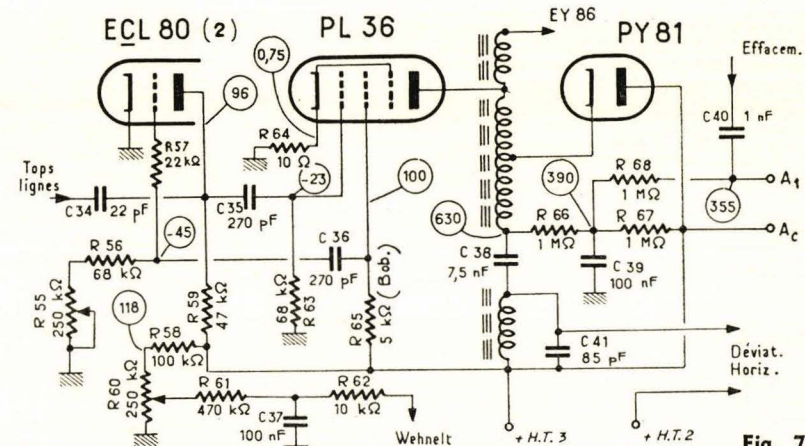

Fig. 7. — Base de temps lignes, dont le multivibrateur est constitué par la triode ECL80 et la pseudo-triode de la PL36.
Elle comprend, comme le montre le schéma de la figure 7, un multivibrateur symétrique constitué par la triode du ECL80 (2) et la pseudotriode formée par la cathode, la grille de commande et la grille-écran du PL36. Une résistance de protection de 10 Ω est prévue dans le circuit cathode du tube PL36, ce qui est une excellente habitude. On voit, d'ailleurs, que le tube final travaille très loin de ses possibilités maximales, puisque son courant cathodique est de l'ordre de 75 mA.